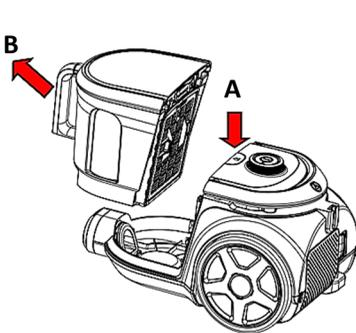

Abb. 7
1. Halten Sie, wie in **Abb. 7 dargestellt**, den Staubbehälter und den Griff fest und drücken Sie die Entriegelungstaste (A).
2. Nehmen Sie, wie in **Abb. 7 dargestellt**, den Staubbehälter aus der Maschine (B).